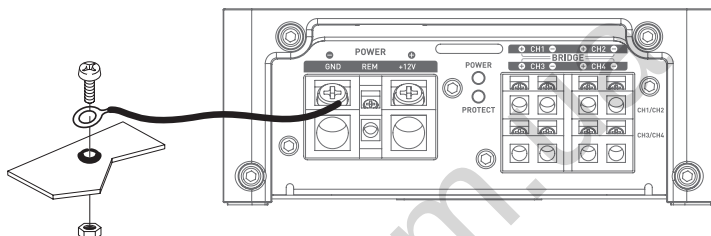

Abb. 2
- 10 - Bevor Sie die Erdung des Gestells vornehmen, entfernen Sie alle Farbspuren auf der Metalloberfläche, um eine gute Erdung sicherzustellen. Die Erdungsanschlüsse müssen so kurz wie möglich sein und IMMER an geschweißtes Metall an der Karosserie oder am Gestell des Fahrzeugs angeschlossen werden (**Abb. 2**). Der allgemein gewählte Erdungspunkt ist derjenige, der die Verbindung zwischen dem Minuspol der Batterie und dem Gestell des Fahrzeugs sicherstellt.
3.3.2 – Nehmen Sie das negative [-] Stromkabel. Dieses Kabel muss so kurz wie möglich sein und sollte idealerweise 1 Meter nicht überschreiten, um eine perfekte Verbindung zwischen dem Verstärker und dem Fahrzeuggestell sicherzustellen. Das Kabel und sein Querschnitt müssen der Tabelle in Punkt 3.1 entsprechen. Finden Sie einen geeigneten Erdungspunkt und schleifen Sie ihn ab, um Farb- oder Lackreste zu entfernen und so die Kontaktqualität zu optimieren. Durchbohren Sie das zuvor geschliffene Blech im Durchmesser, der der gewählten Schraube entspricht, und vergewissern Sie sich, dass kein Durchlauf von Tankkabeln oder einem anderen empfindlichen Element des Fahrzeugs in der Nähe ist. Schweißen Sie das Erdungskabel am mitgelieferten Kabelausgang, der zu Ihrem FPX-Verstärker führt, an und isolieren Sie es (mit einem Schrumpfschlauch) (**Abb. 2**).